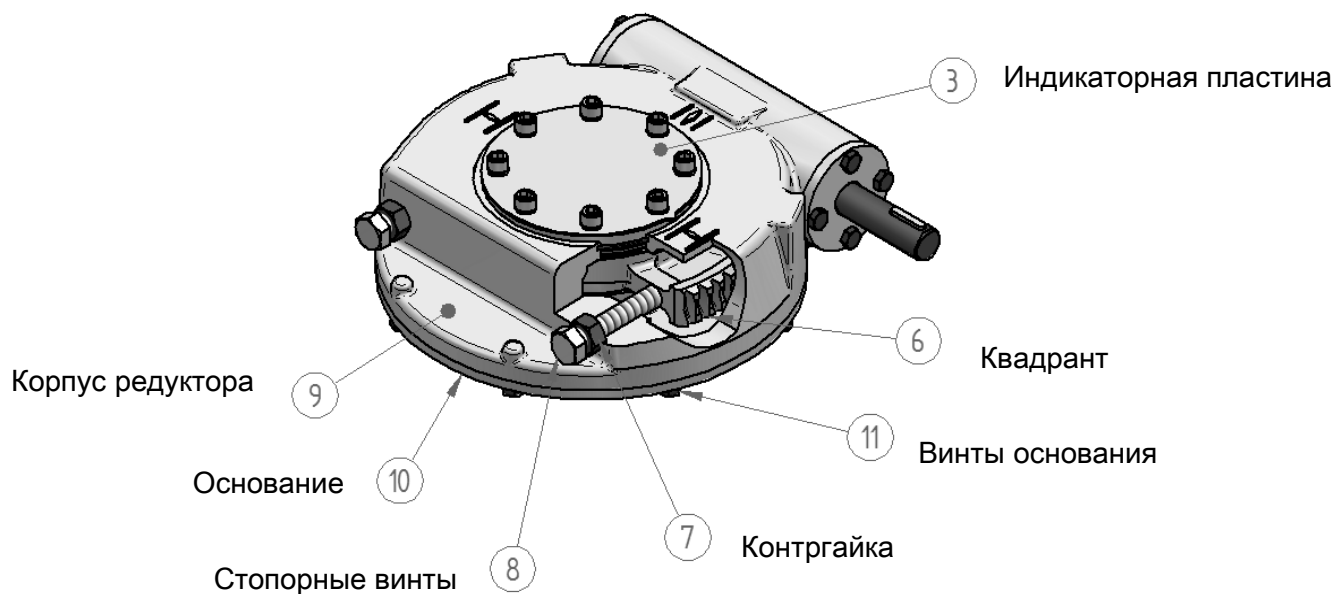

Рис. 6 - Регулировка стопорных болтов
Закрывать арматуру, используя привод, если это применимо. Использовать указатель индикаторной пластины (3) как указатель положения, в соответствии с Рис. 6.